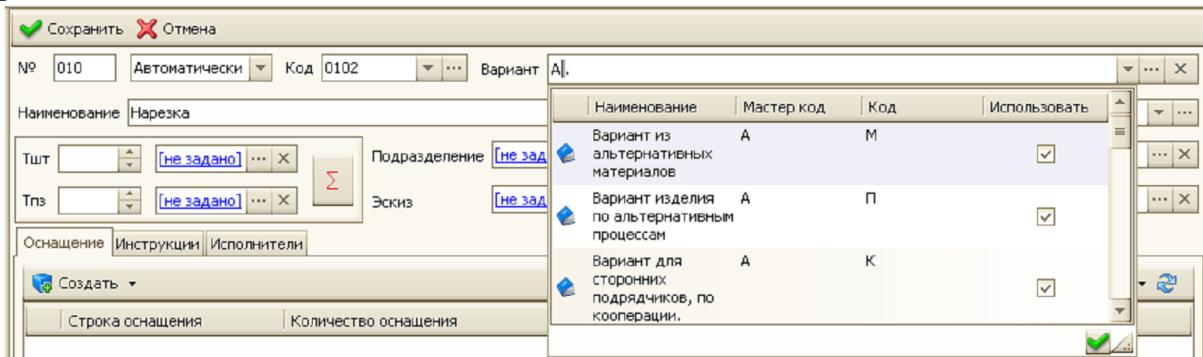

Рис. 32 Выбор класса варианта классификатора при создании альтернативной операции
- На закладке «Техпроцесс» заполнить значение поля «Вариант» в соответствии с классификатором. Для заполнения первой позиции необходимо установить курсор в поле «Вариант» одинарным кликом левой клавиши мыши. При этом возникнет маска ввода с фокусом на первом разделе (первом символе), как показано на рис. 32.